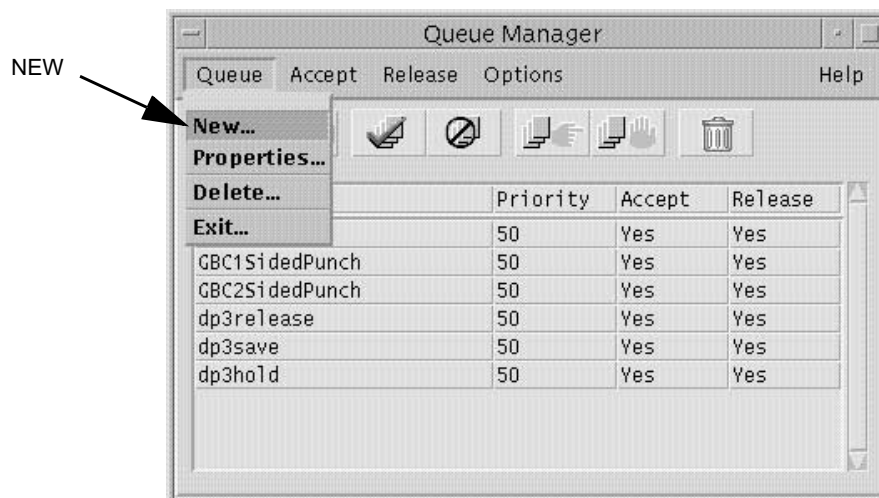

Figura 1-17: Menú Queue en Queue Manager
- 2 Despliegue el **menú Queue (Colas de impresión)** en la barra de herramientas y seleccione **New**, tal como se muestra en la figura 1-17.